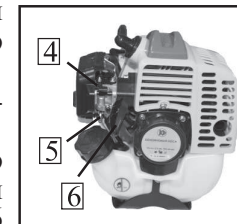

рис.8
качки топлива 5 (рис.8). Если бензин не заполнил колпачок, надавите на кнопку насоса ещё несколько раз;
в) Переведите рычаг воздушной заслонки 4 (рис.8) вверх в положение “Полностью закрыта”;
г) Несколько раз (обычно 2-3) сначала плавно (выбирая свободный ход шнура стартера), а затем энергично потяните шнур стартера за рукоятку 6 (рис.8) до тех пор, пока не убедитесь, что двигатель запустился;
е) Переведите рычаг воздушной заслонки 4 (рис.8) вниз в положение “Полностью открыта”.
7.1.3 Запуск “горячего двигателя”. При запуске прогретого двигателя нет необходимости полностью закрывать воздушную заслонку. Перед запуском прогретого двигателя установите рычаг воздушной заслонки 4 (рис.8) в положение “Частично закрыта” - среднее положение между “Полностью закрыта” и “Полностью открыта”. Далее запускайте двигатель как указано в п.7.1.2 (г-е).
7.2.1 Отпустите рычаг управления дроссельной заслонкой 3 (рис.8).
7.2.2 Переведите выключатель зажигания 1 (рис.8) в положение “СТОП”